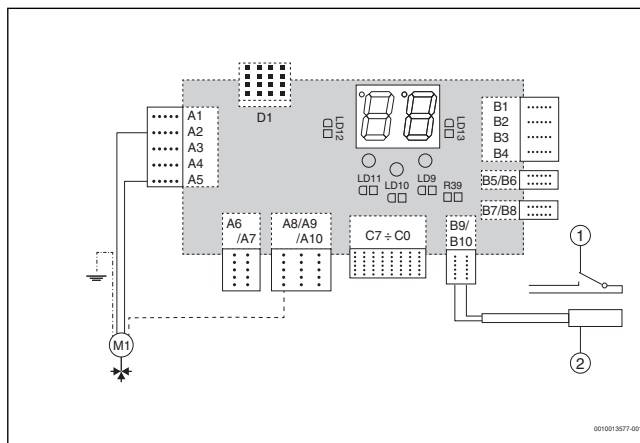

Fig. 1 Tilkobling av 3-veisventilen for funksjonen til styringen av varmtvannet eller reservekilden
- ▶ Koble til kabelen til shunten på elektronikken til fyrkjelen tilsvarende koblingsskjemaet (→ fig. 1). Isolér de gjenværende lederne (det dreier seg om interne kontakter til shunten).
- ▶ Koble til følerne på klemmene B9-B10 til elektronikken tilsvarende koblingsskjemaet (→ fig. 1). Det er ikke nødvendig å overholde noe polaritet på følerkablene.